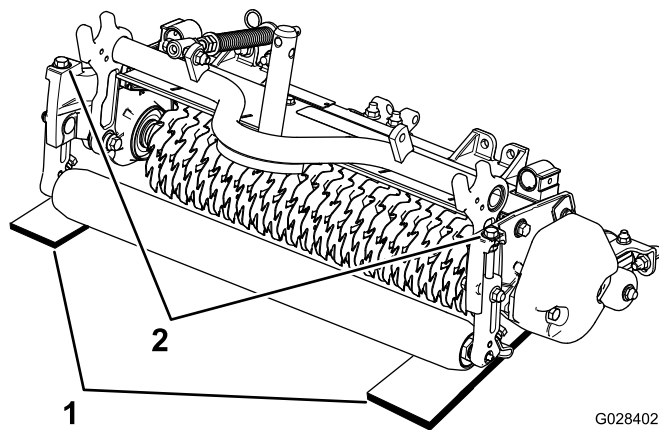

Figura 9
2. Coloque 2 barras indicadoras, que têm a profundidade pretendida de penetração da lâmina abaixo do solo, sob os rolos dianteiro e traseiro do cilindro da unidade de corte vertical (em cada extremidade do cilindro [Figura 9]).
3. Rode o parafuso de ajuste em cada suporte da altura de corte (Figura 9) de forma a que as lâminas do cilindro fiquem em contacto com a superfície nivelada em ambas as extremidades.